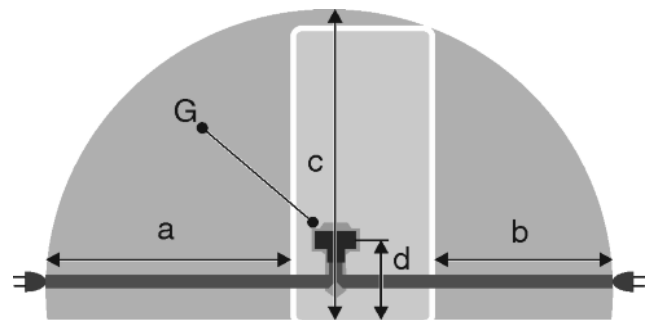

Fig. 26
- Розетка находится вне зоны задней стенки в данной зоне. *Fig. 26 (a, b, c)*
- ▶ Штекер устройства *Fig. 26 (G)* подсоединить с задней стороны устройства. Следить за правильной фиксацией.